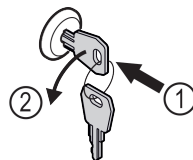

Fig. 165
- Iespiediet atslēgu. Fig. 165 (1)
- Grieziet atslēgu par 90° pretēji pulksteņrādītāja virzienam. Fig. 165 (2)